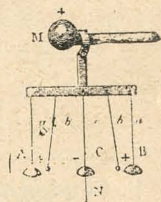

Fig. 169.—Campanario eléctrico.
*Campanario eléctrico.* — El campanario eléctrico (fig. 169) se compone de tres timbres metálicos suspendidos de un brazo horizontal, que se halla en co-